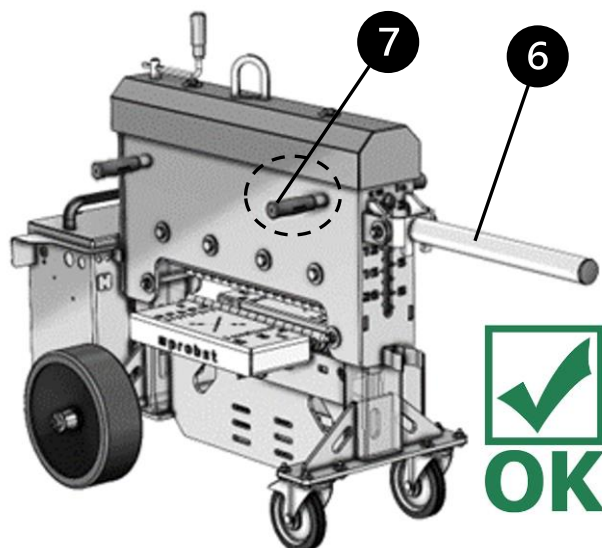

Abb. 2
- För att göra detta måste transportspaken 6 flyttas till det horisontella läget. → Abb. 2